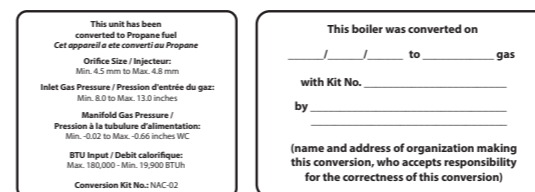

Figure 11. Emplacement des étiquettes de conversion du gaz
19. Une fois les valeurs de CO2 ou de correction confirmées, appliquez les étiquettes de conversion incluses afin d'indiquer que l'appareil a été converti au gaz propane. Placez ces étiquettes à côté de la plaque signalétique, comme indiqué à la figure 11.